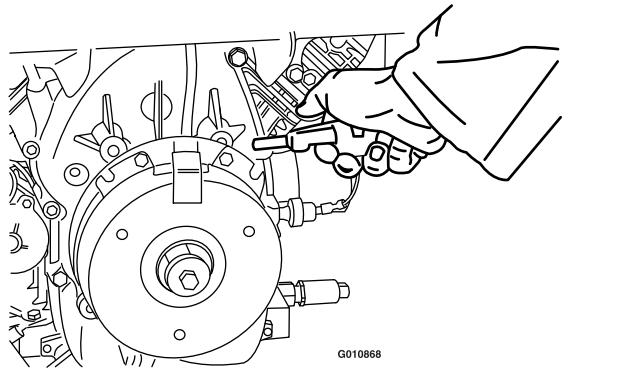

Figura 88
3. Utilizando um compressor de ar, sopre quaisquer detritos de debaixo do pólo do travão e em torno dos espaçadores do travão (Figura 88).